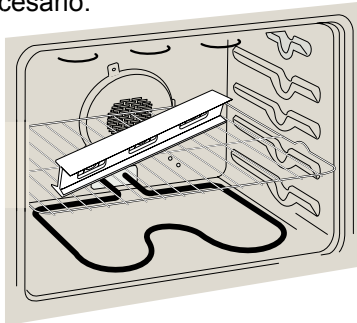

Figura 14
- 6.4.4. Coloque el pasador con rosca en la bisagra inferior (ver G, figura 14).
1. Instale una rejilla al centro del horno superior (vea la Figura 14).